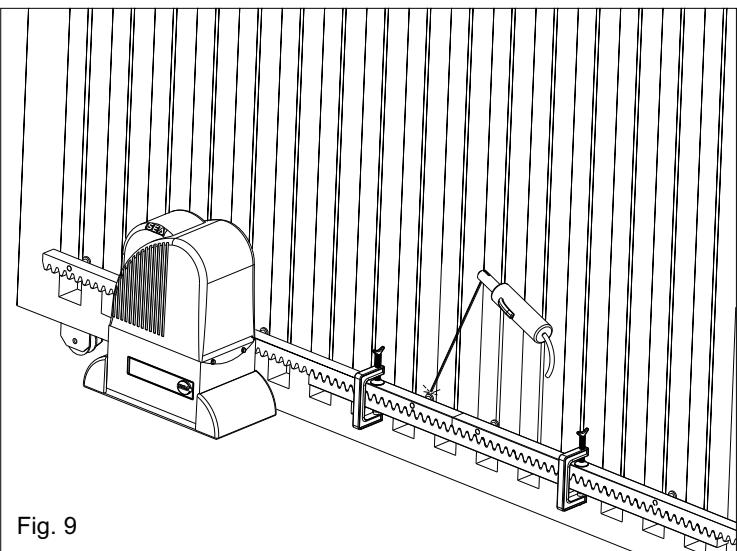

Fig. 9
**5.4.** Controlar que todos los elementos de la cremallera resulten perfectamente alineados y posicionados correctamente (dentaduras en fase). Se aconseja de contraponer a dos elementos sucesivos un tercer elemento como indicado en la Fig. 9;